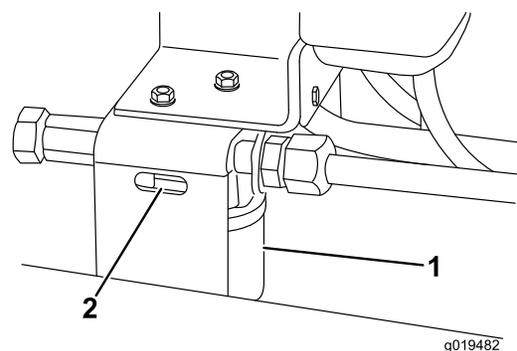

Figura 75
2. Limpie la zona alrededor de la zona de montaje del filtro. Coloque un recipiente debajo del filtro y retire el filtro (Figura 75).